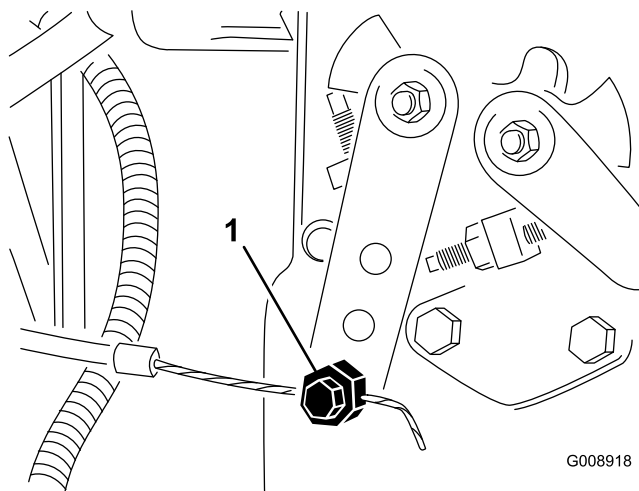

Figura 54
2. Desaperte o dispositivo de ligação do cabo do regulador na alavanca da bomba de injeção (Figura 54).